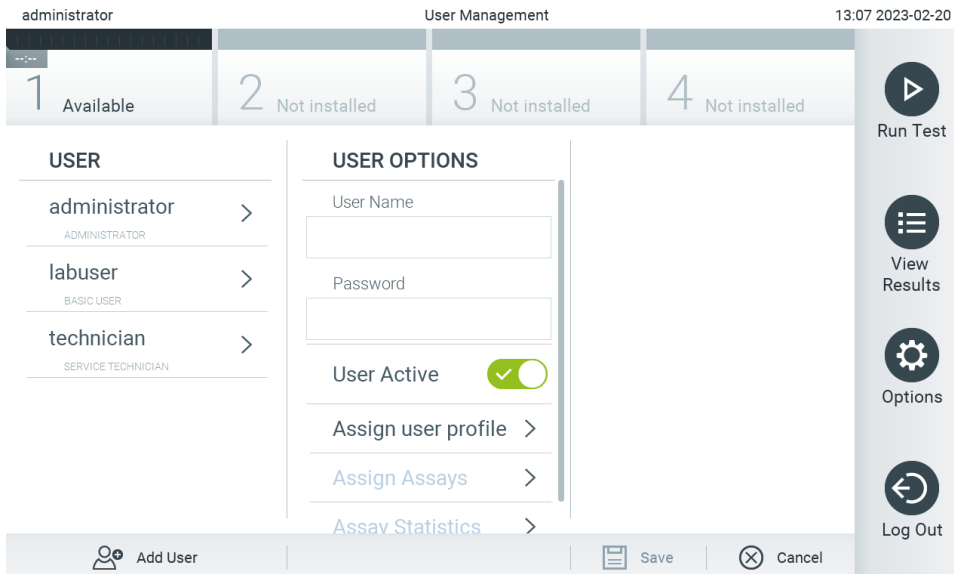

Abbildung 55. Hinzufügen eines neuen Benutzers.
1. Drücken Sie **Options** (Optionen) > **User Management** (Benutzerverwaltung), um Benutzer zu konfigurieren. Im Inhaltsbereich der Anzeige wird der Bildschirm **User Management** (Benutzerverwaltung) angezeigt (Abbildung 55).